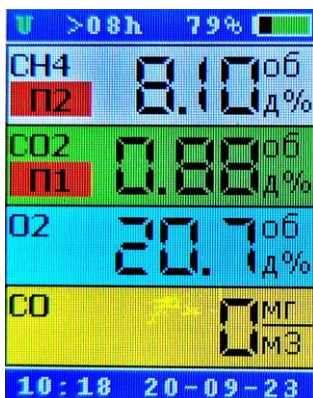

Рисунок 5
9.5 Виды сигнализации при достижении концентрацией установленных порогов сигнализации (рисунок 5).